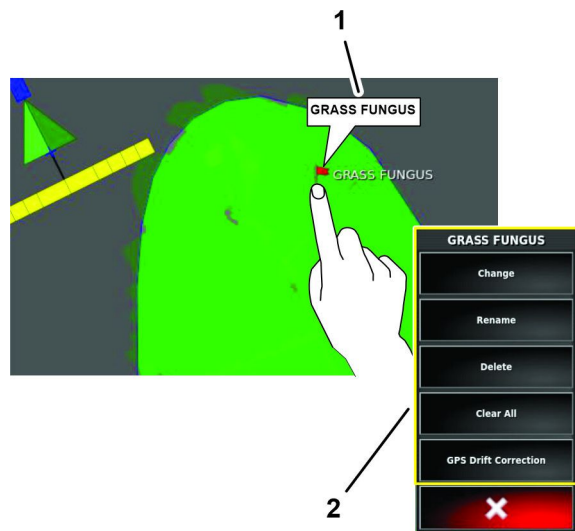

图 83
1. 用手指按住命令控制台屏幕中的标志旗点直至标志旗点弹出窗口显示图 83。
标志旗编辑菜单将显示图 83。